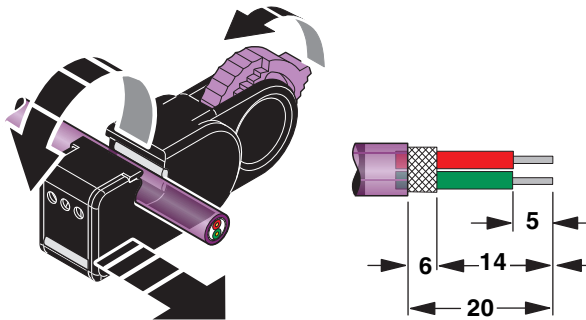

Bild 21 Abisolieren
Beachten Sie für eine sichere Funktion die empfohlenen Abisolierlängen gemäß Bild 21.
- Isolieren Sie das Kabel mit den angegebenen Abisolierlängen ab (siehe Bild 21).